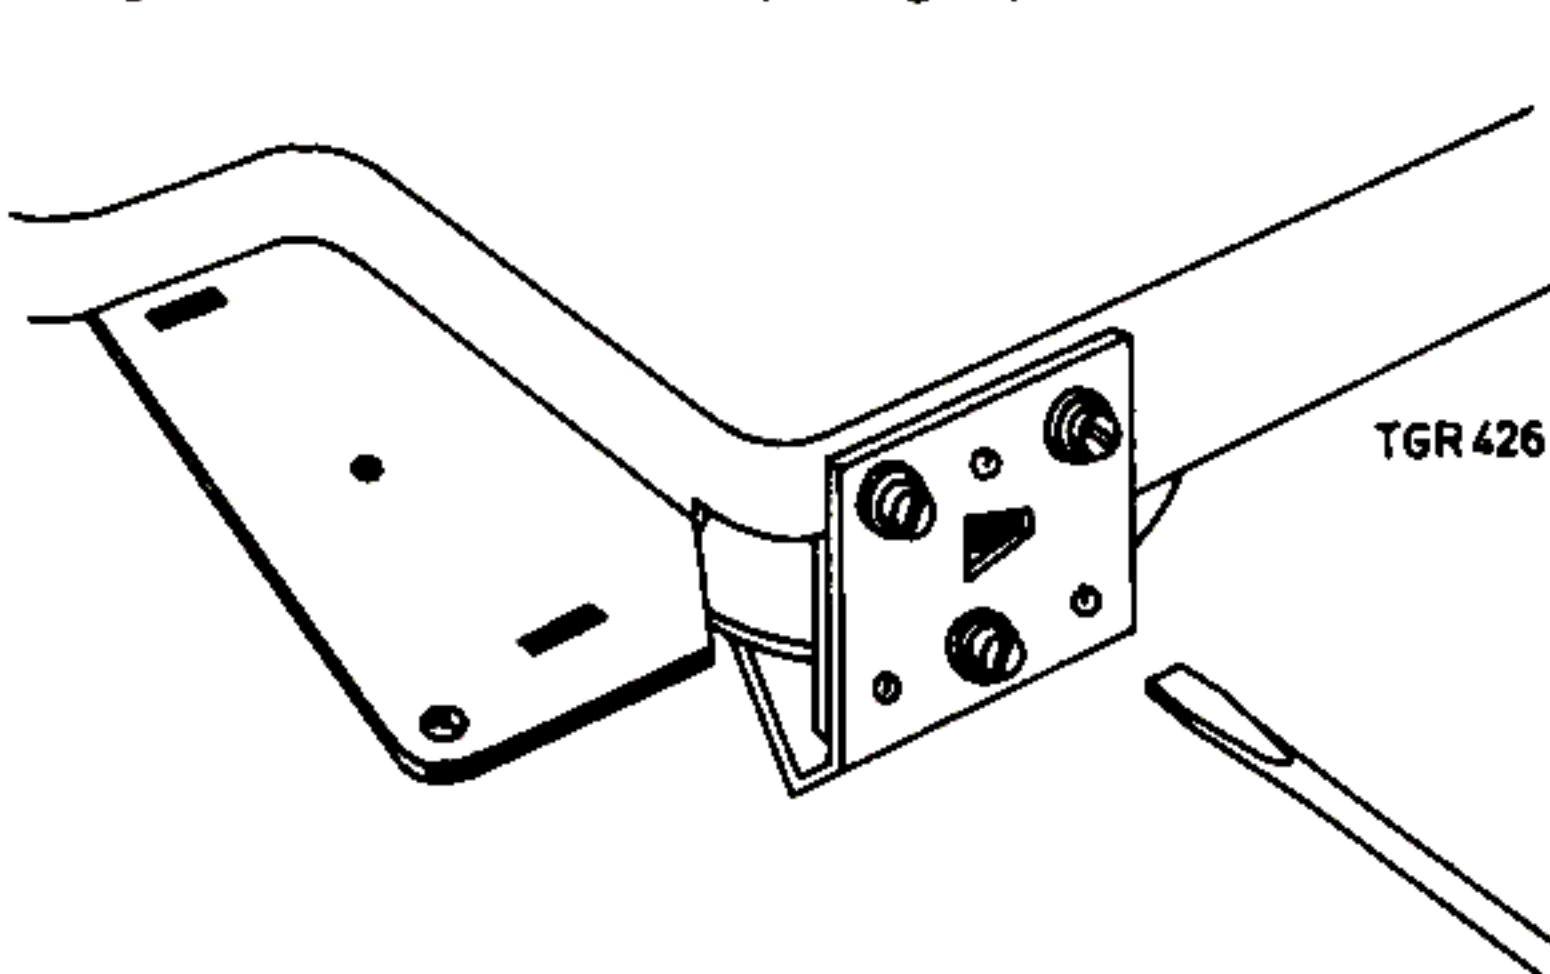

Fig. 8
- . Draai de drie schroeven, waarmee de onderlagerbeugel 67 van het vliegwiel aan de montageplaat is bevestigd, los (fig. 8).
- . Draai de schroef los, waarmee de dekplaat van de afschermbus pos. 72 is bevestigd.
- N. B. Bij bevestiging van de onderlagerbeugel 67 van het vliegwiel dient erop gelet te worden dat de snaargroef van het vliegwiel 66 en die van het speelwiel 63 op gelijke hoogte liggen. De hoogte van het vliegwiel is met een schroevendraaier in het driehoekige gat in de onderlagerbeugel in te stellen zoals aangegeven in fig. 8.
- . Draai de drie schroeven los, waarmee de onderlagerbeugel 67 van het vliegwiel aan de montageplaat is bevestigd, fig. 8.
- . Verwijder het nylon klemringetje 64 van de opspoelfrictiebeugel pos. 63.